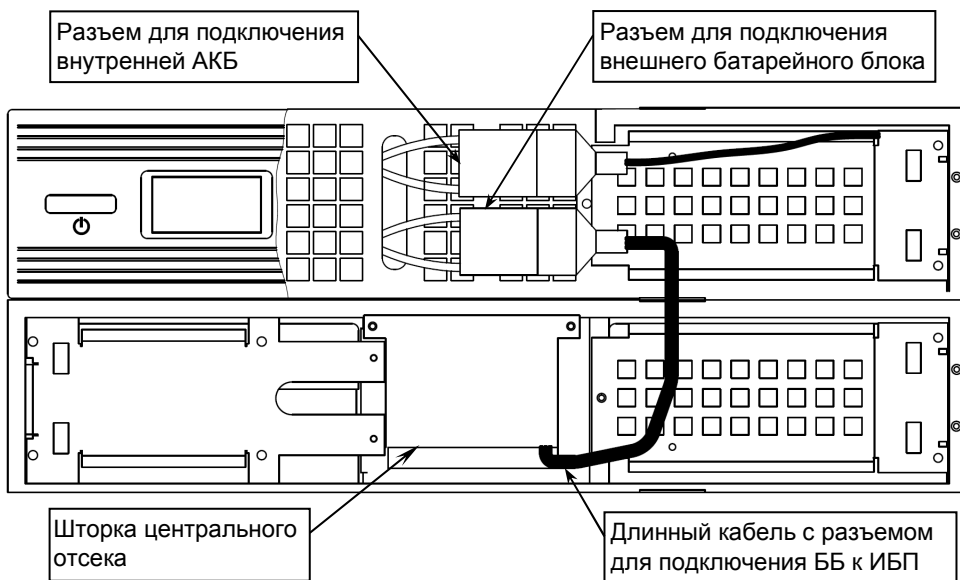
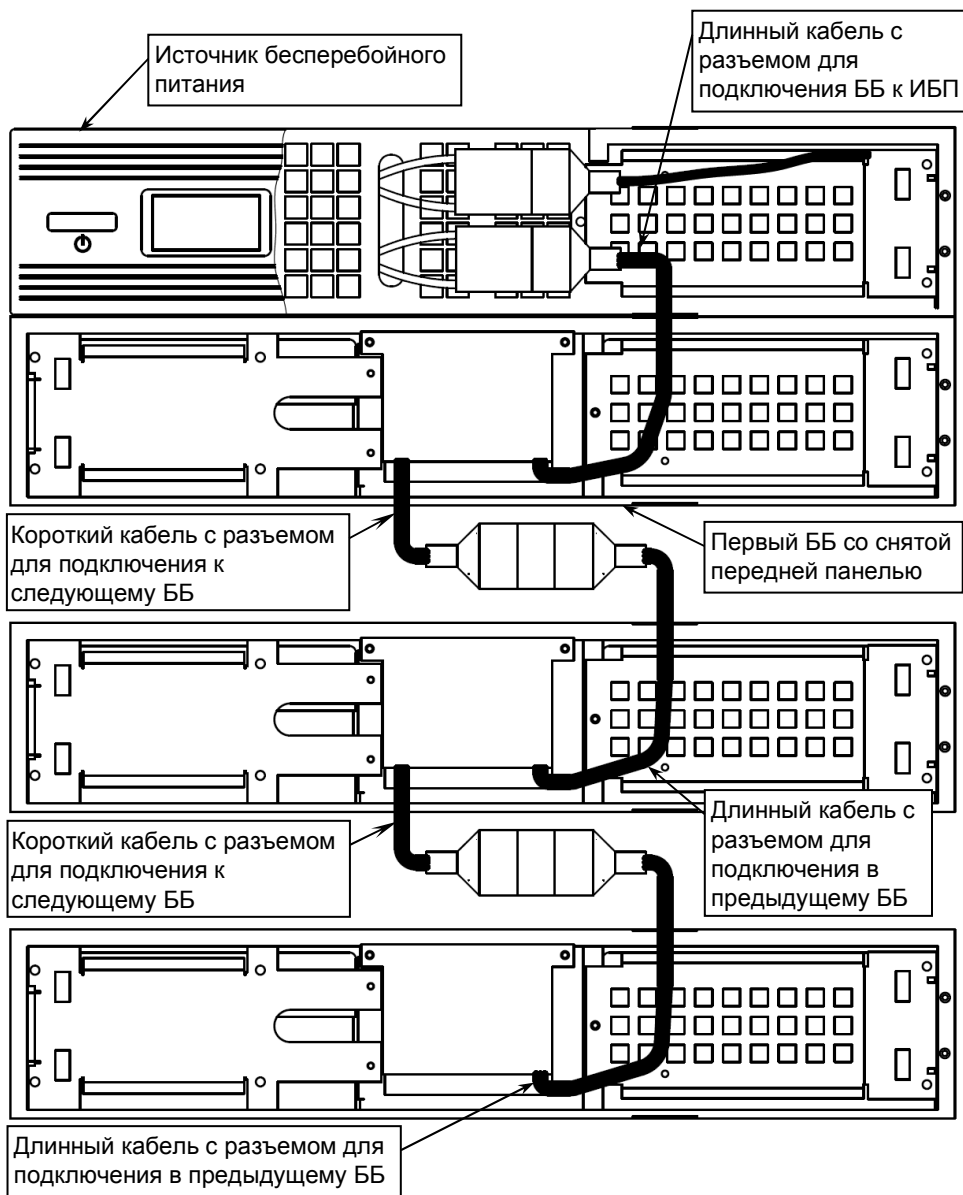
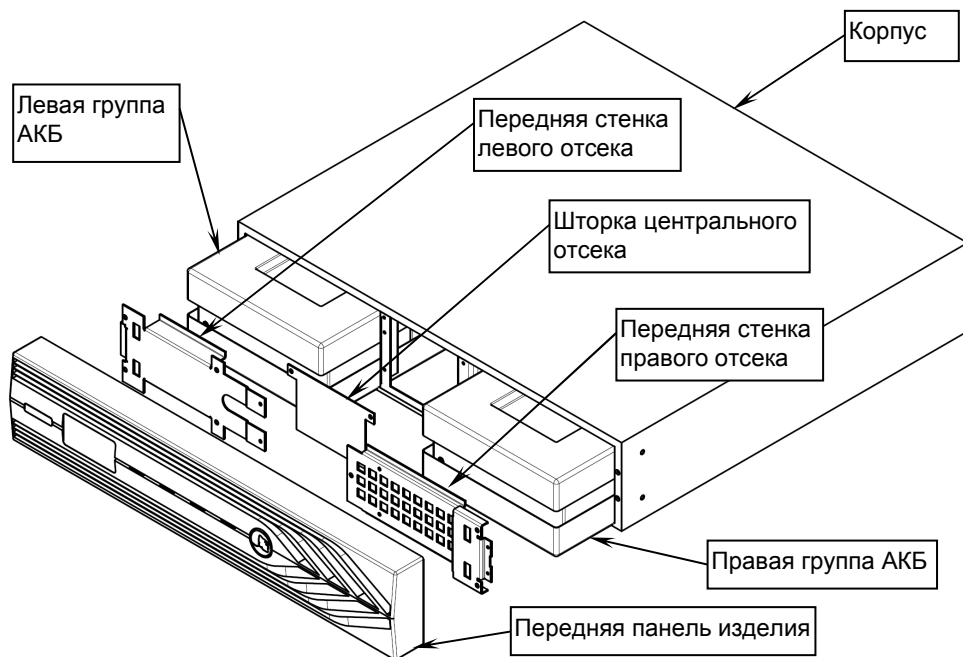
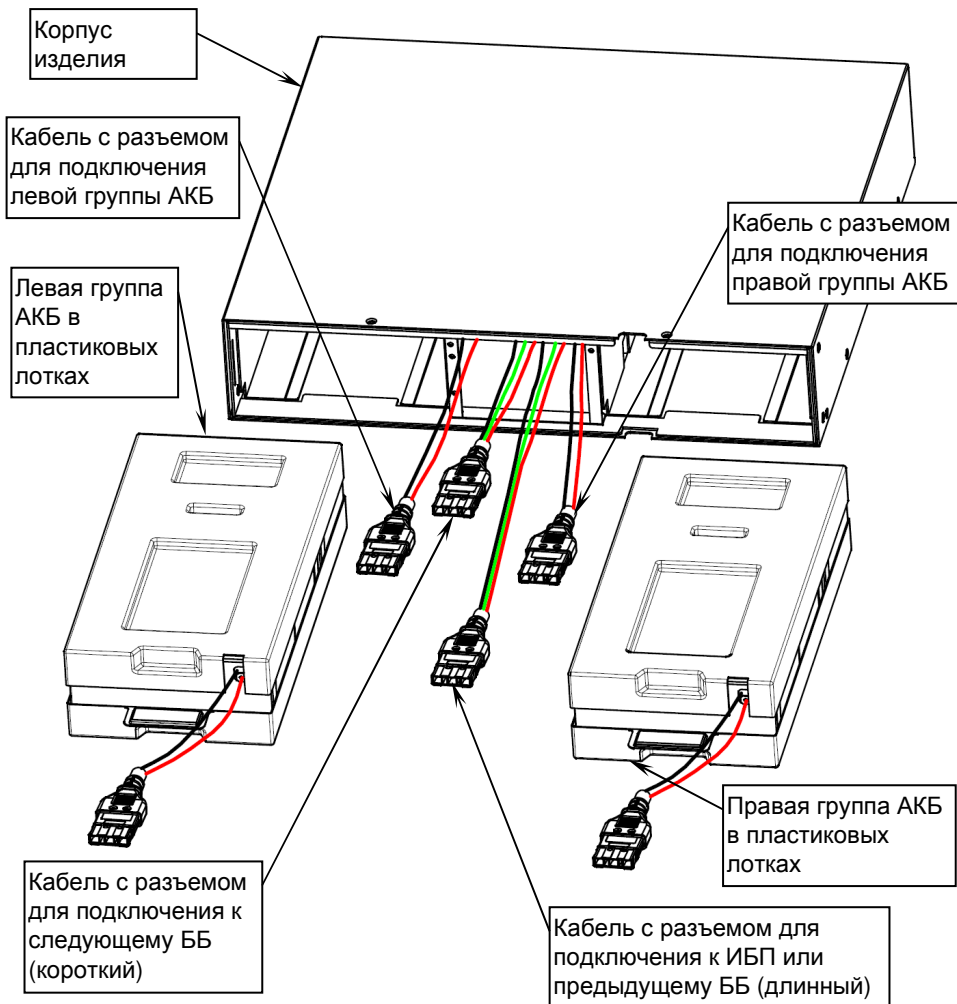

Рисунок 5 – схема подключения батарейного блока к ИБП
Рисунок 6 – Схема подключения к ИБП нескольких батарейных блоков
Рисунок 7 – Общий вид изделия при подготовке к замене АКБ.
Рисунок 8 – Демонтаж и замена АКБ, назначение кабелей подключения
- Снимите шторку центрального отсека изделия, выкрутив два крепежных винта (см. рисунок 5) и осторожно вытащите трехпроводный кабель для подключения ББ к ИБП (длинный кабель с разъемом, см. рисунок 8).
- Подключите длинный кабель с разъемом к разъему ИБП (см. рисунок 5). При подключении может возникнуть небольшая дуга, это нормально и безопасно для персонала. Убедитесь в надежном соединении разъемов.
- При необходимости подключения второго ББ, вытащите из центрального отсека первого ББ короткий кабель с разъемом (см. рисунок 8), соедините его с длинным кабелем второго батарейного блока и заправьте внутрь центрального отсека первого ББ полученное соединение (см. рисунок 6).
Замена аккумуляторных батарей в изделии выполняется в следующей последовательности (см. рисунок 7):
- снимите шторку центрального отсека, вытащите из него кабели с разъемами, соединяющими группы АКБ в лотках с батарейным блоком, разъедините разъемы (см. рисунок 7 и рисунок 8);